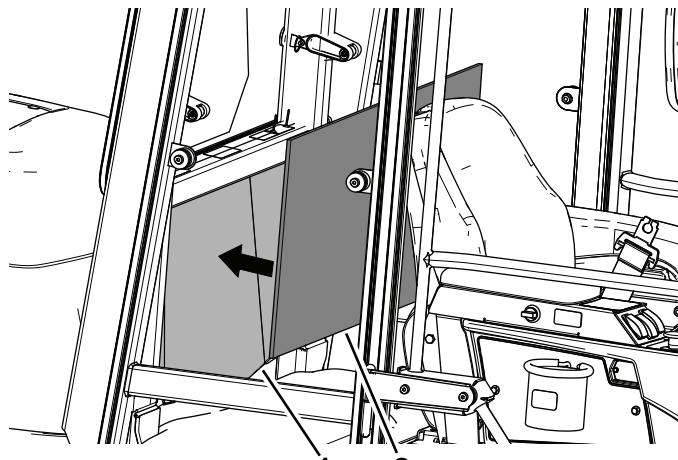

Рисунок 31
- Для правильной посадки панели обшивки совместите ее с центром задней панели внутри кабины (**Рисунок 31**).